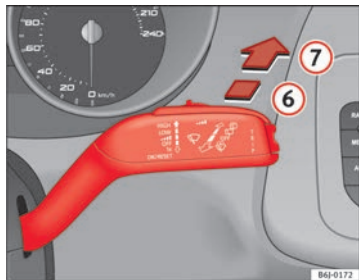

Abb. 66 Scheibenwischer- und Scheibenwaschhebel: Heckscheibenwischer
- Drücken Sie den Hebel nach vorne in Raste **6** ⇒ Abb. 66. Der Wischer arbeitet etwa alle 6 Sekunden.
- Drücken Sie den Hebel ganz nach vorne in die Position **7** ⇒ Abb. 66. Die Waschanlage und der Scheibenwischer arbeiten gleichzeitig. Solange Sie den Hebel in dieser Position halten, arbeiten der Heckwischer und die Waschanlage.